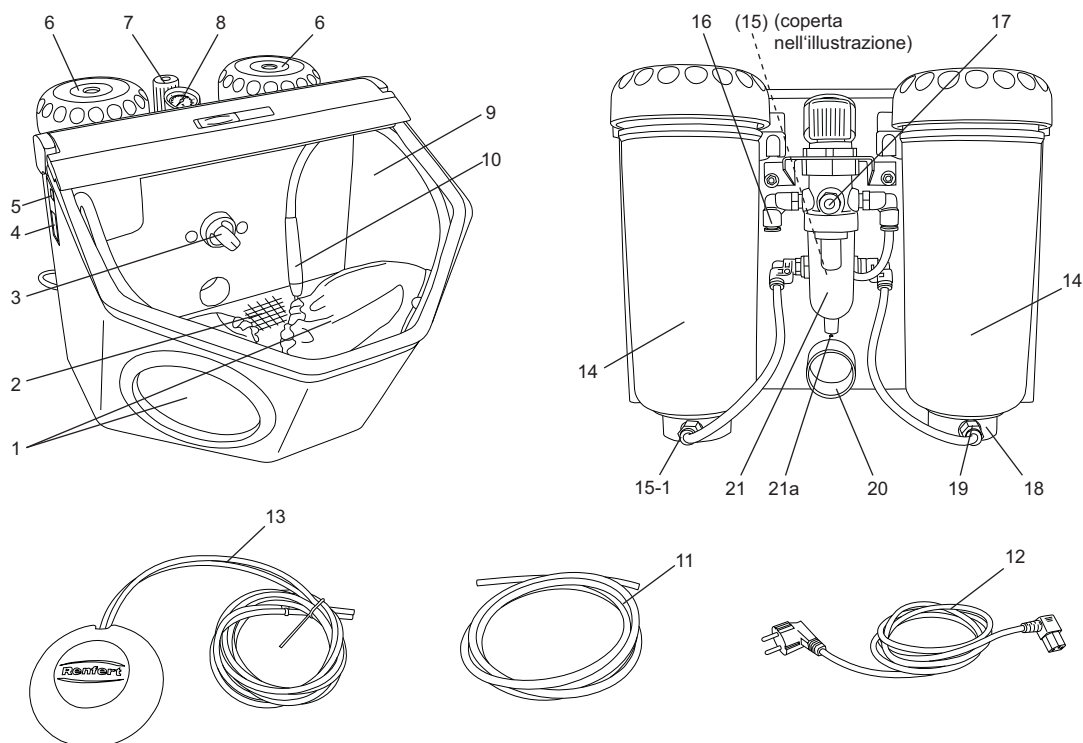

Fig. 1
1 serbatoi: (15-1, Fig. 1)
- Accendere l'illuminazione (5).
- Selezionare il serbatoio tramite il selettore (3, Fig. 1) (solo nel modello a 2 serbatoi).
- Azionare il comando a pedale (13, Fig. 1)